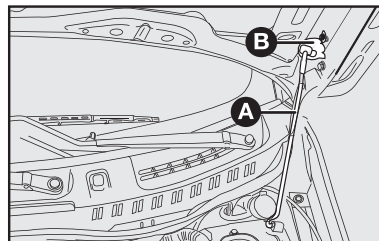

fig. 90
4) introduzir a extremidade da vareta **A** na abertura **B** do capô do motor fig. 90.
1) manter levantado o capô com uma mão e, com a outra, tirar a vareta **A-fig. 90** da abertura **B** e repô-la no seu dispositivo de bloqueio;